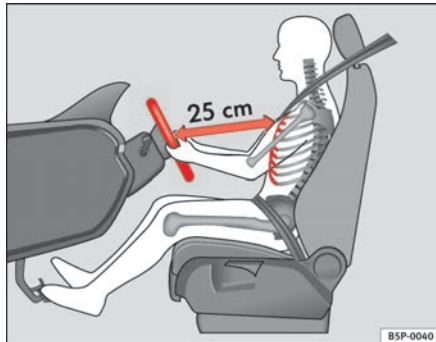

Abb. 1 Der richtige Abstand des Fahrers vom Lenkrad
- Stellen Sie das Lenkrad so ein, dass der Abstand zwischen Lenkrad und Brustkorb mindestens 25 cm beträgt ⇒ **Abb. 1**.
⇒ Seite 10, Abb. 1. Beträgt der Abstand weniger als 25 cm, kann Sie das Airbag-System nicht richtig schützen.